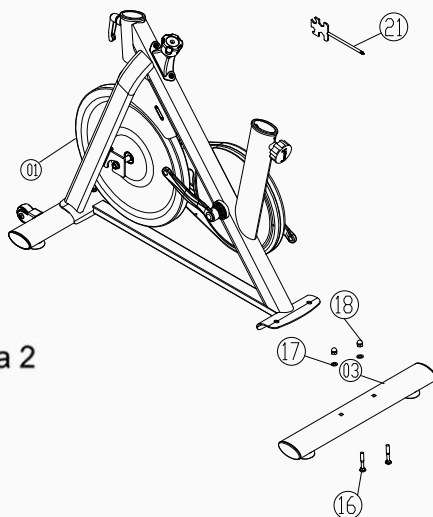

Figura 2
2. Fissare l'assemblaggio del telaio principale (Parte 01) all'assemblaggio del tubo del piede posteriore (Parte 03) con due bulloni a testa bombata M8×55 (Parte 16), due rondelle piane ($\Phi 20 \times \Phi 8.5 \times 1.5t$, Parte 17) e due cappucci alti (Parte 18), come indicato nella Figura 2.